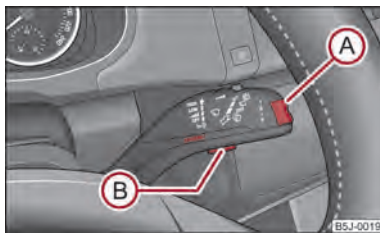

Fig. 6 Indicatorul multifuncțional: Elementele de comandă
Comutarea între cele două memorii se face de la tasta (B) ⇒ fig. 6 din maneta de acționare a ștergătoarelor.
Tasta basculantă **(A)** și tasta **(B)** se găsesc în maneta de acționare a ștergătoarelor de parbriz ⇒ fig. 6.
Dacă temperatura exterioară scade sub +4 °C, în fața indicatorului de temperatură apare simbolul unui fulg de zăpadă (simbol de avertizare a poleiului), care clipește 10 secunde și apoi rămâne fix împreună cu temperatura exterioară. Simultan se va emite un semnal acustic. După apăsarea tastei basculante **(A)** de la maneta de acționare a ștergătoarelor ⇒ fig. 6, se afișează funcția care a fost afișată ultima dată.
Pe ecran apare durata de deplasare de la ultima ștergere a memoriei ⇒ pagina 14. Dacă doriți să determinați durata de deplasare de la un anumit moment, ștergeți memoria apăsând tasta **(B)** ⇒ fig. 6.
Dacă vreți să determinați consumul mediu de combustibil într-un anumit interval de timp, trebuie să ștergeți memoria cu ajutorul tastei **(B)** de la maneta de acționare a ștergătoarelor ⇒ fig. 6. După ștergere, în primii 300 metri, pe afișaj se vor afișa linii.
Pe display apare distanța parcursă de la ultima ștergere a memoriei ⇒ pagina 14. Dacă doriți să determinați kilometri parcurși de la un moment dat, ștergeți memoria în momentul în care doriți să înceapă calcularea; ștergerea memoriei se face de la tasta **(B)** de la maneta de acționare a ștergătoarelor ⇒ fig. 6.
Pe display apare viteza medie în km/h de la ultima ștergere a memoriei ⇒ pagina 14. Dacă doriți să determinați viteza medie într-un anumit interval de timp, trebuie să ștergeți memoria la începutul unei noi măsurări, cu ajutorul tastei **(B)** de la maneta de acționare a ștergătoarelor ⇒ fig. 6.
- Selectați punctul de meniu **Warnung bei Geschwindigkeitsüberschreitung** (avertizare la depășirea vitezei), de la tasta (A) ⇒ fig. 6.
- Apăsând pe tasta (B) activați posibilitatea de setare a limitei de viteză (valoarea clipește).
- De la tasta (A), reglați limita de viteză necesară, de exemplu 50 km/h.
- Confirmați limita de viteză setată de la tasta (B), sau așteptați 5 secunde până când setarea se memorează automat (valoarea nu mai clipește).